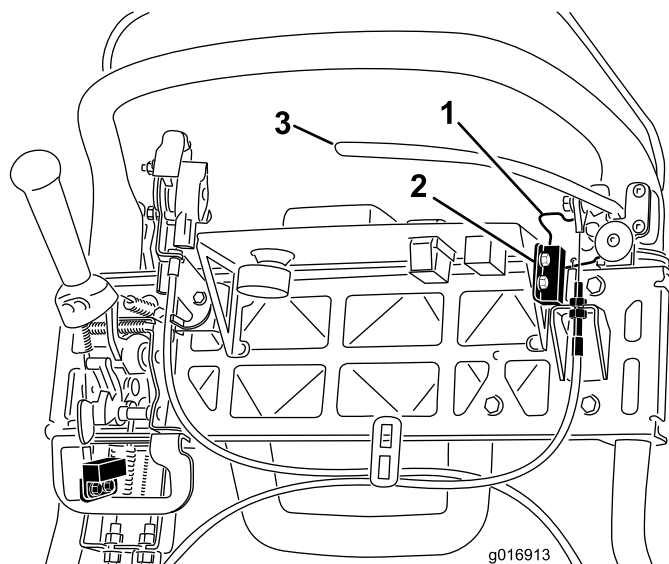

Figura 40
4. Desaperte as juntas de montagem do interruptor de segurança (Figura 40).
5. Coloque uma cunha de 1,6 mm entre o bloqueio do travão de estacionamento e o interruptor de segurança (Figura 40).